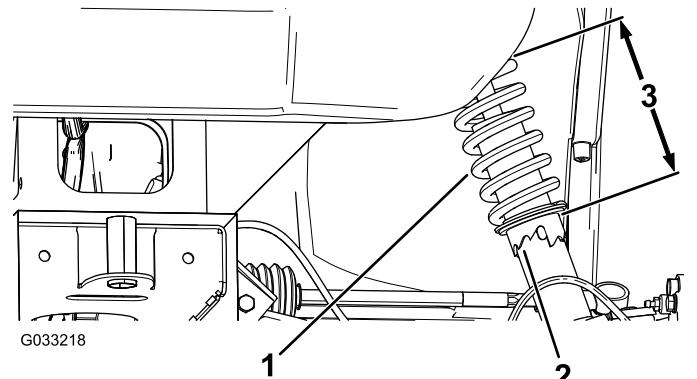

Bild 46
2. Wenn der Radsturz nicht richtig eingestellt ist, drehen Sie den Stellring am Stoßdämpfer mit einem Gabelschlüssel, um das Rad einzustellen (Bild 46).